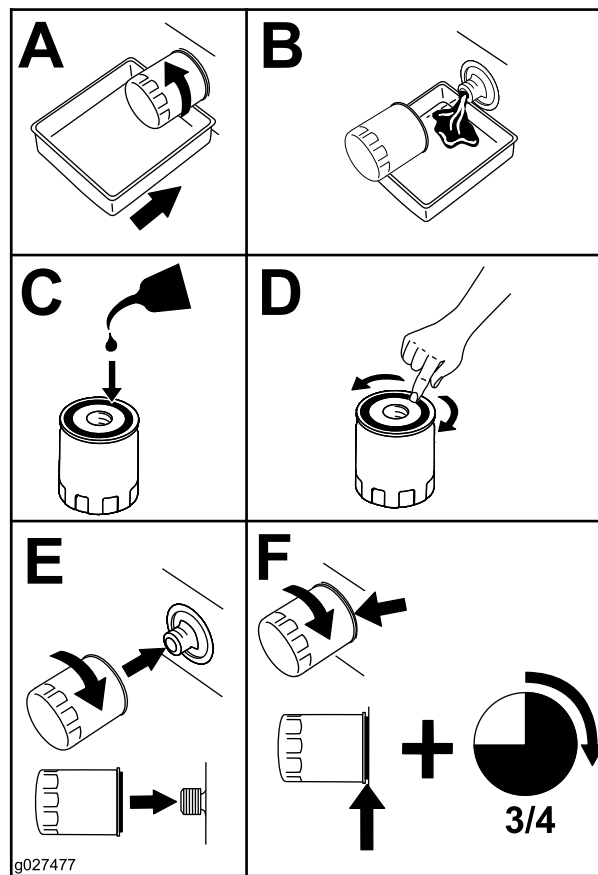

Figura 64
- Substitua o filtro do óleo do motor (Figura 64).